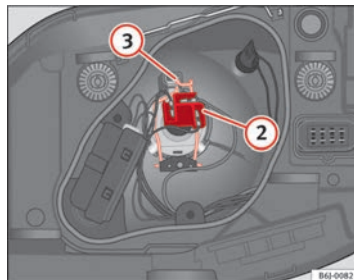

Fig. 149 Feu de croisement/de route projecteur simple
- Retirez le connecteur ⇒ fig. 149 ② de l'ampoule.
- Décrochez le ressort entrebâilleur ⇒ fig. 149 ③ en le pressant vers l'intérieur et vers la droite.